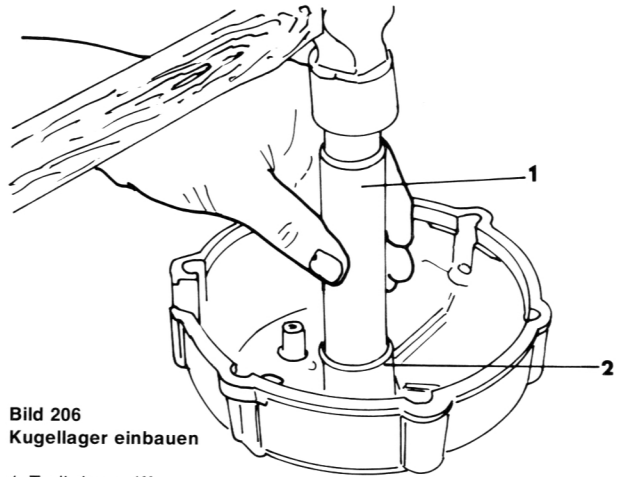

Bild 206
- Ein neues Kugellager mit Hilfe des Lagertreibdorns einsetzen (Bild 206). Den äusseren Laufring gleichmässig eintreiben.